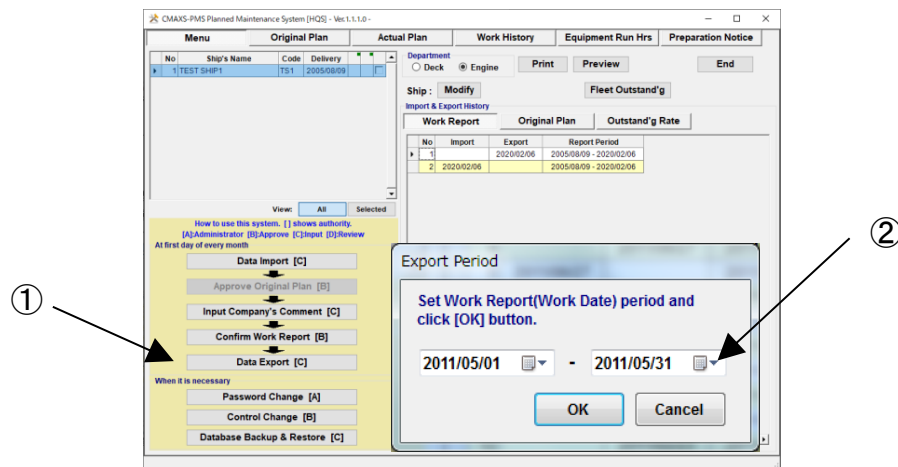

図 5-3 Menu 画面
- ① “Menu 画面”(図 5-3)で[Data Export]を選択してください。